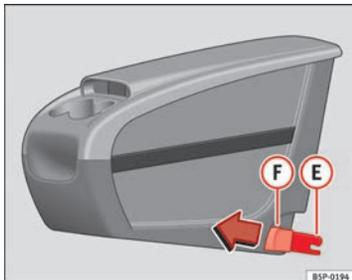
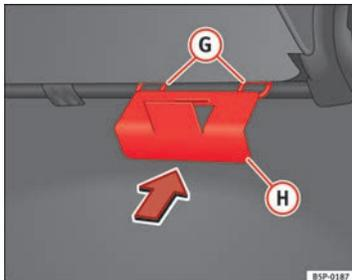

Fig. 112 Porta-objectos móvel. Montagem
Fig. 113 Placa de fixação do porta-objectos móvel
- Coloque a partir do interior do veículo, a placa de fixação **H** ⇒ Fig. 113 do porta-objectos móvel, pela parte traseira do banco. Deve estar situada entre o encosto e o banco, na zona do lugar central.
- Coloque frente a frente as duas peças de fixação **E** ⇒ Fig. 112, com os dois anéis de fixação **G** ⇒ Fig. 113 e pressione com força até que as duas pinças encaixem totalmente nos anéis.
- Puxe cada um dos botões ⇒ Fig. 112 **F** das pinças (botões vermelhos) para a frente, até ouvir que desencaixaram.